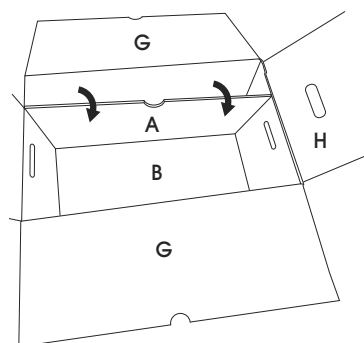

Figure 12
9. Poussez le rabat du bas intérieur (A) de manière à ce qu'il soit à plat contre le panneau du bas extérieur. (Voir Figure 12 et 13)